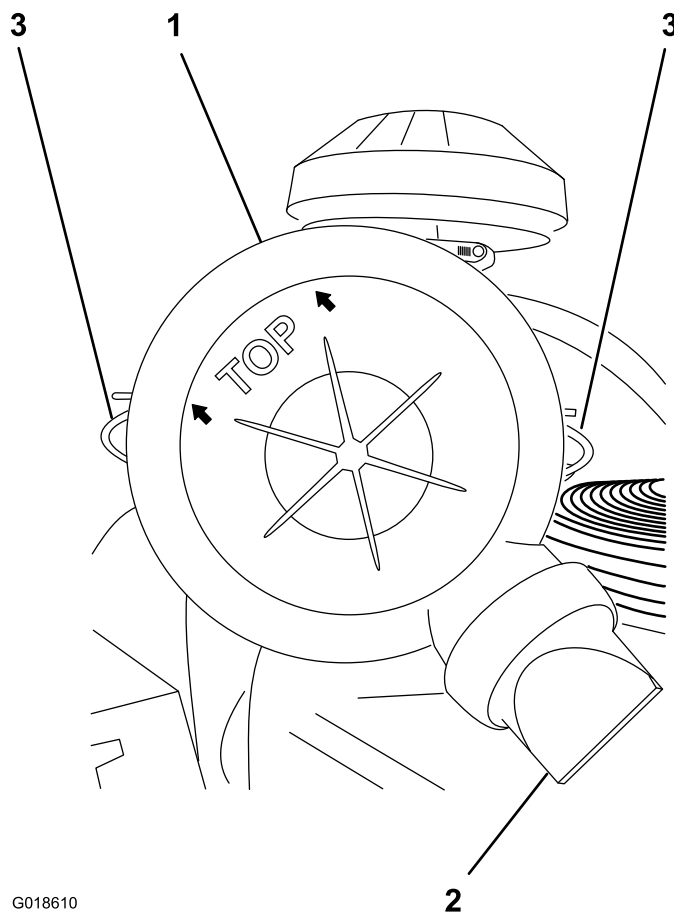

Bild 17
1. Positionieren Sie die Luftfilterabdeckung so, dass das Entlüftungsventil ungefähr auf 5 Uhr steht (Bild 17).